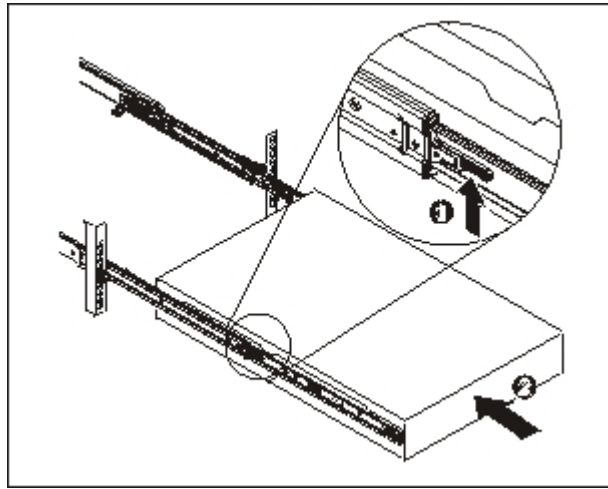

Abbildung 14. Appliance in das Rack schieben
6. Schieben Sie die Appliance in das Rack, wie in Abb. 14 dargestellt.